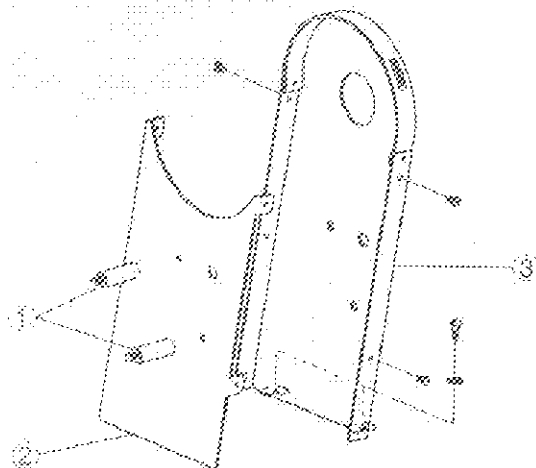

Рис. 2
5. Установка ограждения ремня (Рис. 2)